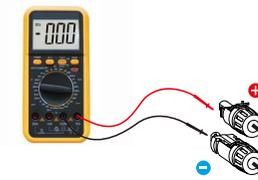

Figura 5.21 Medición con el multímetro
5. Mida la tensión fotovoltaica de la entrada de CC con un multímetro, compruebe el polo del cable de entrada de CC (véase la figura 5.21) y asegúrese de que cada cadena de tensión fotovoltaica está dentro del rango de funcionamiento del inversor.